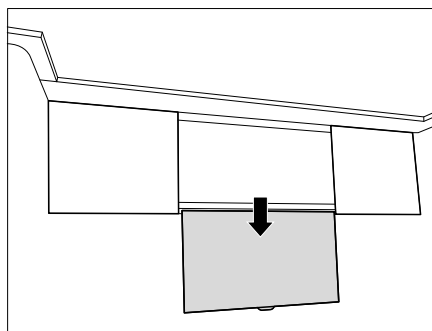

Bild 140 Flachbildschirm in unterer Stellung
- Flachbildschirm am Griff nach unten ziehen (Bild 140).